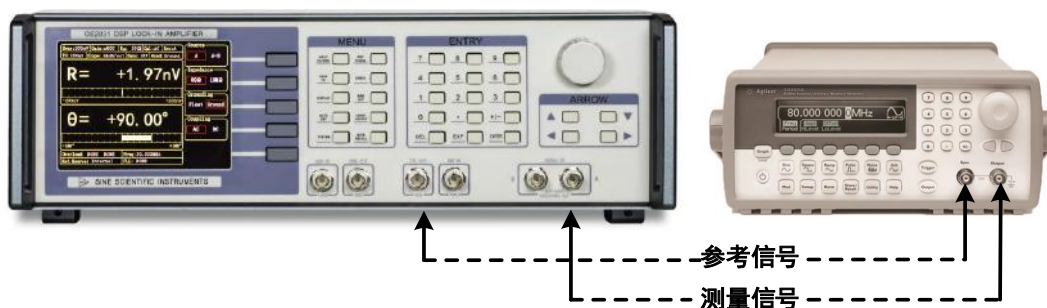

图69. 信号线连接图
2. 用一条带 BNC 接头的信号线连接函数信号发生器的输出接口和 OE2012/OE2022 前面板 SIGNAL IN 1 的 A 接口，用另一条带 BNC 接头的信号线连接函数信号发生器的同步参考信号接口和 OE2012/OE2022 前面板的 REF IN 1 接口，如图 69 所示：